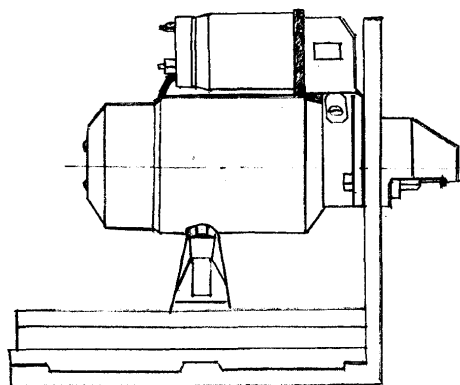

Рисунок 4.3 Установка стартера в нагрузочном устройстве.
4.3.2. Установите электростартер в нагрузочное устройство (рисунок 4.3), проверьте надежность крепления.